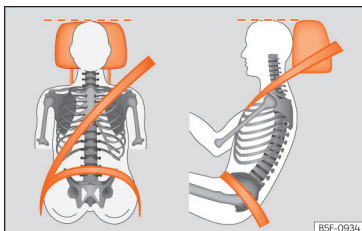

Abb. 18 Richtiger Gurtbandverlauf und richtige Kopfstützeinstellung.
riger als Augenhöhe – befindet. Den Hinterkopf so nah wie möglich an der Kopfstütze positionieren »» [Abb. 18].
- Fahrersitz in Längsrichtung so einstellen, dass die Pedale mit leicht angewinkelten Beinen durchtreten werden können und der Abstand zur Instrumententafel im Kniebereich mindestens 10 cm [4 Zoll] beträgt »» **[Abb. 18]**.